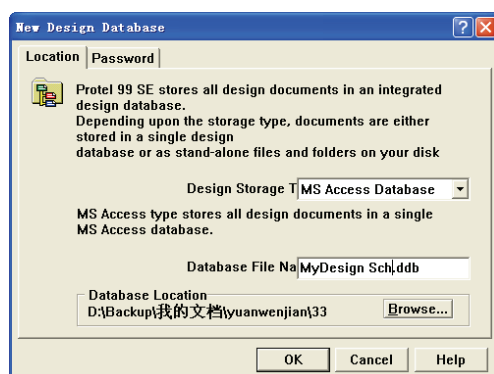

图 3-45 创建 Protel 99 SE 工程文件
(1) 启动 Protel 99 SE。
(2) 执行“开始”→“Protel 99 SE”→“Protel 99 SE”菜单命令，或者双击桌面上的快捷方式图标，启动 Protel 99 SE 程序。
(3) 执行“Files”→“New”菜单命令，在弹出的工程文件创建对话框中，选择合适的路径，输入文件名“MyDesign Sch”，建立后缀为“.ddb”的工程文件，如图 3-45 所示。